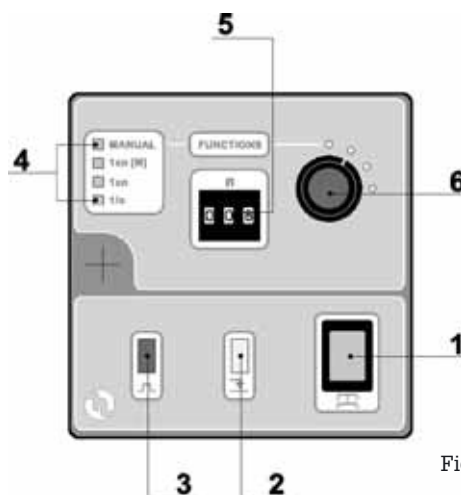

Fig. 20
8.2.3 - MANDOS DE LA BOMBA DLS-VTF (Fig.20)